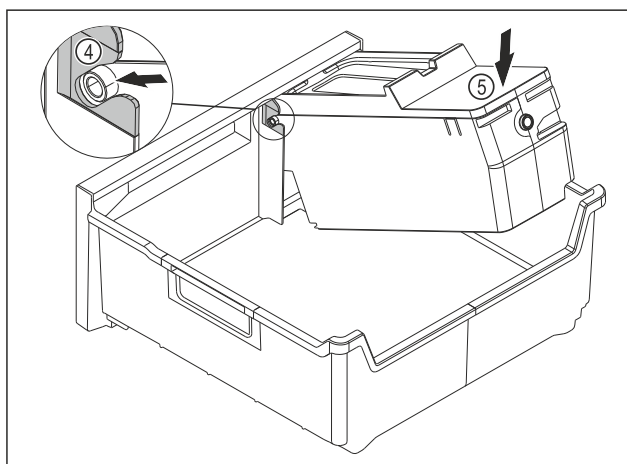

Fig. 91
- ▶ Встановіть корпус EasyTwist-Ice: Вставте осі корпусу EasyTwist-Ice в напрямні Fig. 91 (4).
- ▶ Натисніть на корпус EasyTwist-Ice Fig. 91 (5) ззаду вниз.